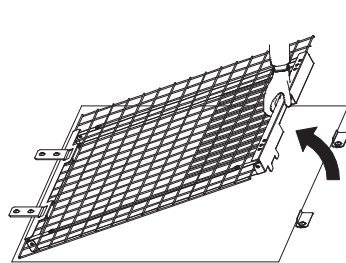

Afbeelding 4
- (1) Verwijder de tape die de 2 haken (beschermnet) vastzet om de 2 haken (beschermnet) te draaien. (Raadpleeg **Afbeelding 4.**)